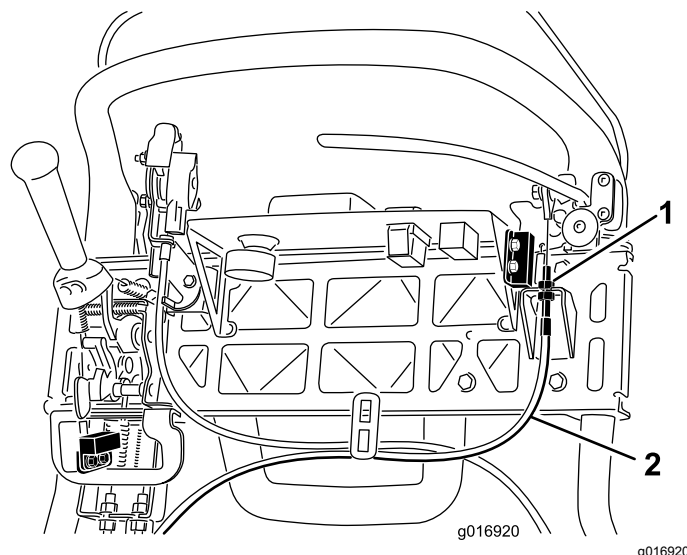

Figura 43
3. Per aumentare la tensione del cavo, allentate il controdado del cavo superiore e serrate il controdado del cavo inferiore (Figura 43) finché non occorre applicare una forza di 156 N sulla manopola della leva del freno per rilasciare il fermo del freno di stazionamento.